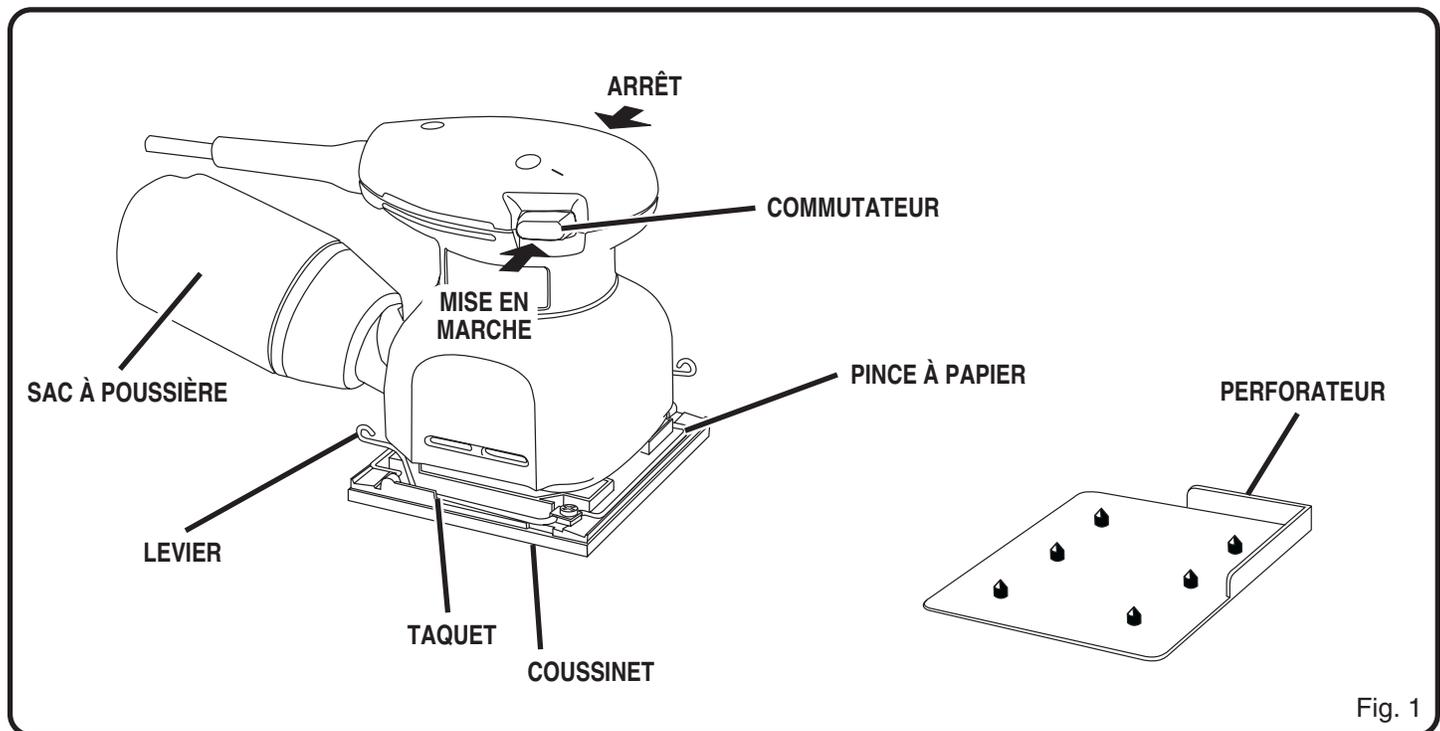

Fig. 1
Elle est également dotée d'un système d'aspiration de la poussière par les trous du papier de verre et du coussinet. Voir la figure 1.
Cet outil est commandé par un commutateur unique. Mise en marche de la ponceuse, faites coulisser le bouton d'interrupteur vers la gauche (I), comme illustré à la figure 1. Arrêt de la ponceuse: Faites coulisser le bouton d'interrupteur vers la droite (O).